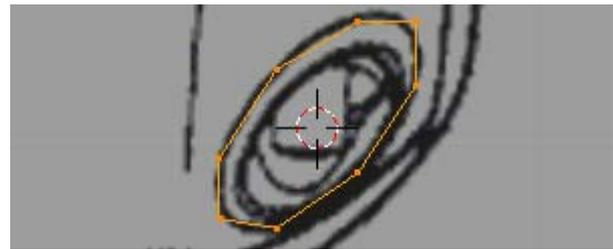

Figura 4.20
26. Se necessário, na janela Top Ortho, faça um ajuste mais fino, arrastando os vértice segundo yy, **[G]>[Y]**, , figura 4.20.